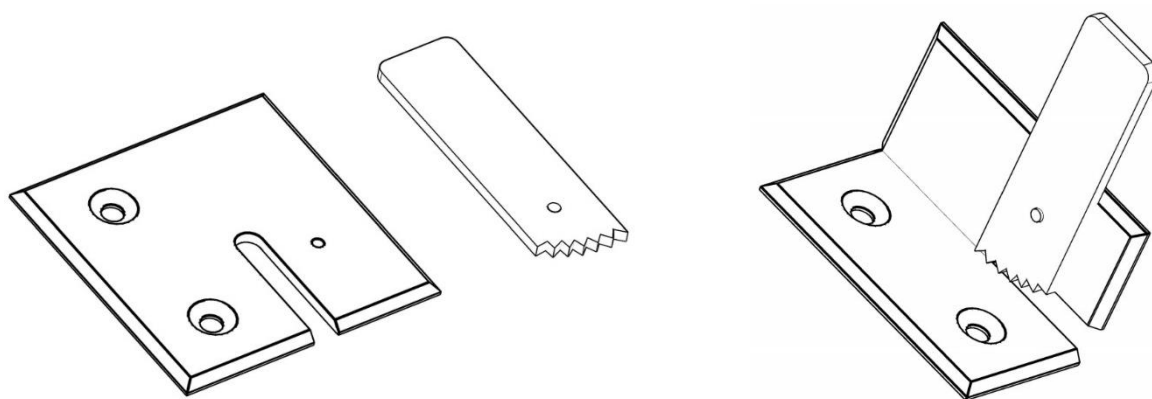
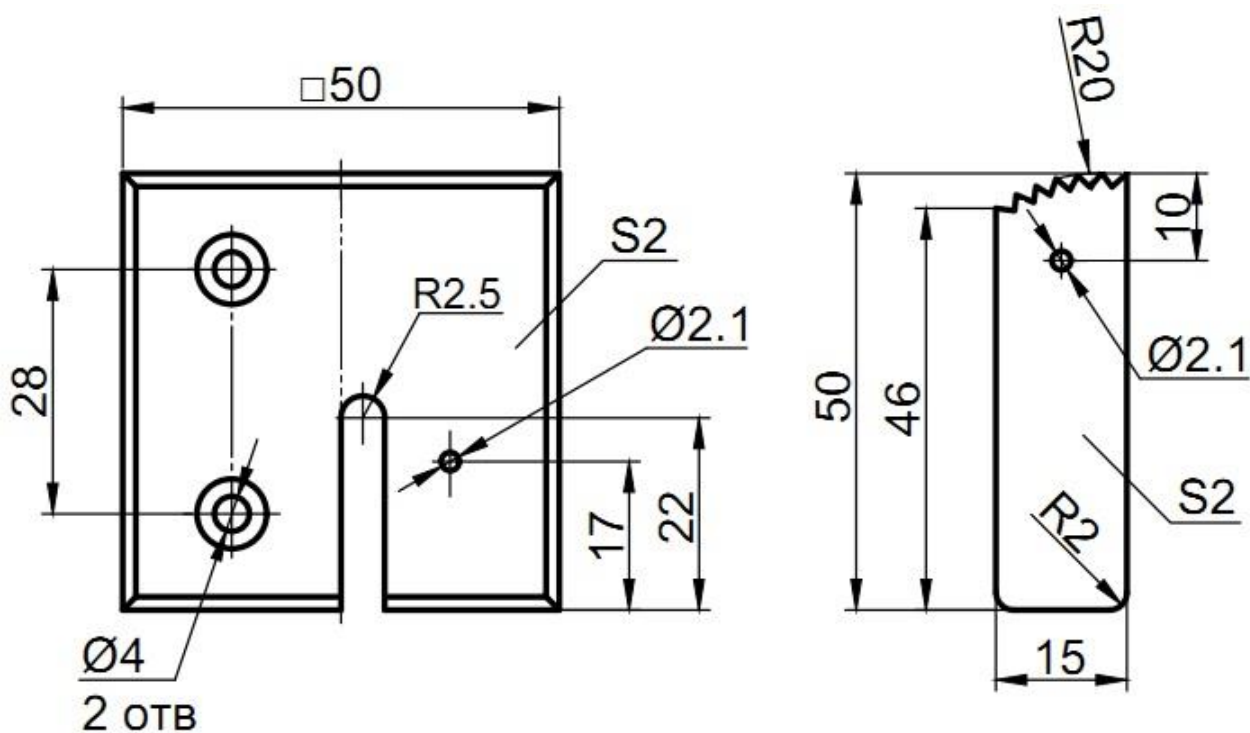

Рис. 1
Рис.2
1. По данному образцу (Рис. 1) и эскизу (Рис. 2) изготовить зажим для плакатодержателя;